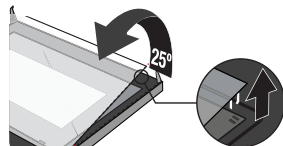

Рисунок 4
4. Аккуратно отделите стекло, приподняв его примерно на 25°. (Рисунок 4)